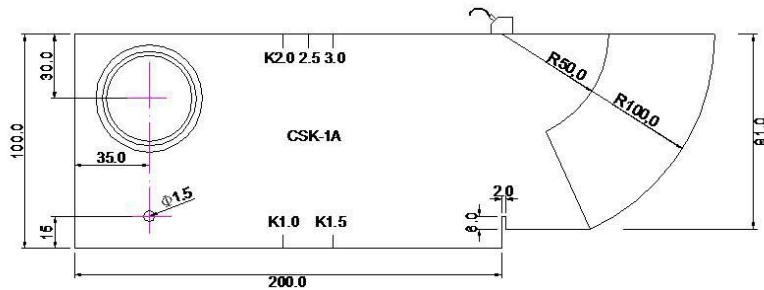
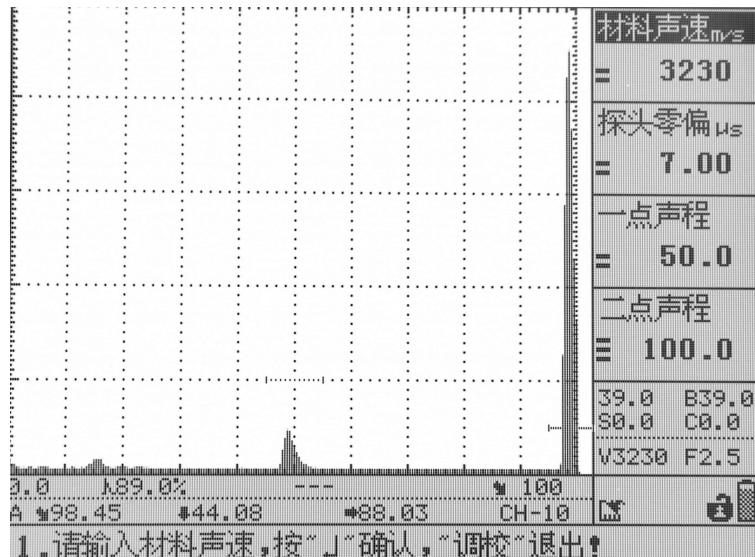

图 3.4
图 3.5
- (1) 选择参数通道，并清空该通道。
- (2) 单击“调校”键，选择“探头”主菜单，“探头类型”设置为“斜探头”，“探头频率”设置为“2.5MHz”，“探头前沿”采用默认值，“晶片尺寸”设为“13”
- (3) 将探头耦合到 CSK-IA 的标定试块上，如图 3.4 所示。选择“校准”主菜单，选择“自动校准”子菜单，按“确认”键，屏幕变成如图 3.5 所示：